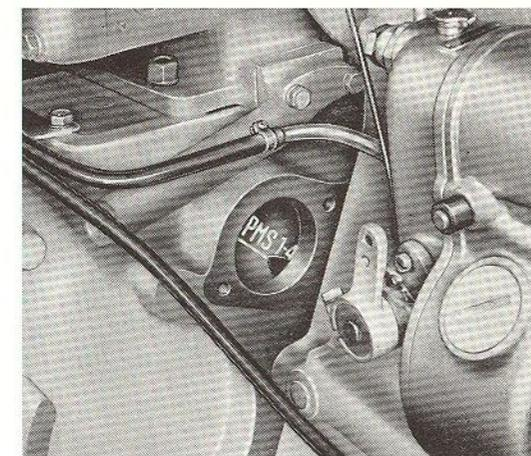

Fig. 37. - Repère « PMS 1-4 » du volant, indiquant le point mort haut des pistons n. 1 et 4.
- Faites virer le vilebrequin jusqu'à amener le repère PMS 1-4, gravé sur le volant, dans la position illustrée par la fig. 37.